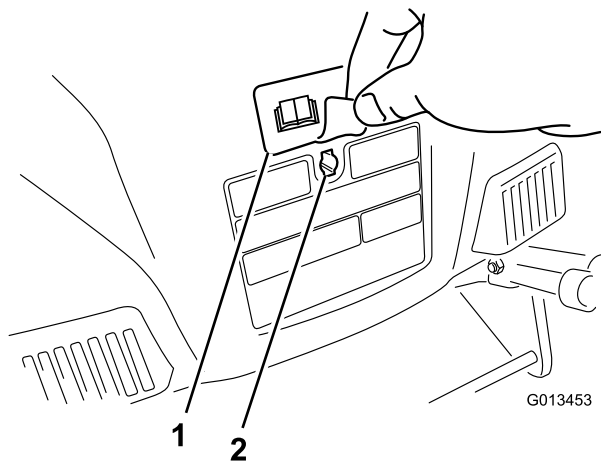

Figura 5
- Rimuovete l'adesivo che copre il foro della chiavetta nella parte posteriore dell'alloggiamento (Figura 5).